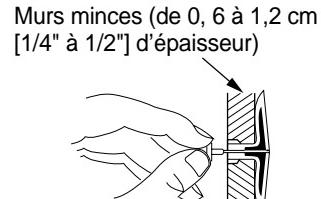

Figure 8 - Ouverture des ailettes de la cheville pour les murs minces
4. Pour les murs minces (moins de 1,27 cm [1/2"]), insérez une clavette rouge dans la cheville. Poussez la clavette rouge pour ouvrir d'un coup sec les ailettes de la cheville (voir la figure 8). **IMPORTANT :** N'utilisez pas de marteau pour enfoncez la clavette ! Pour les murs épais (plus de 1,27 cm [1/2"] d'épaisseur) ou les murs pleins, n'ouvrez pas les ailettes.